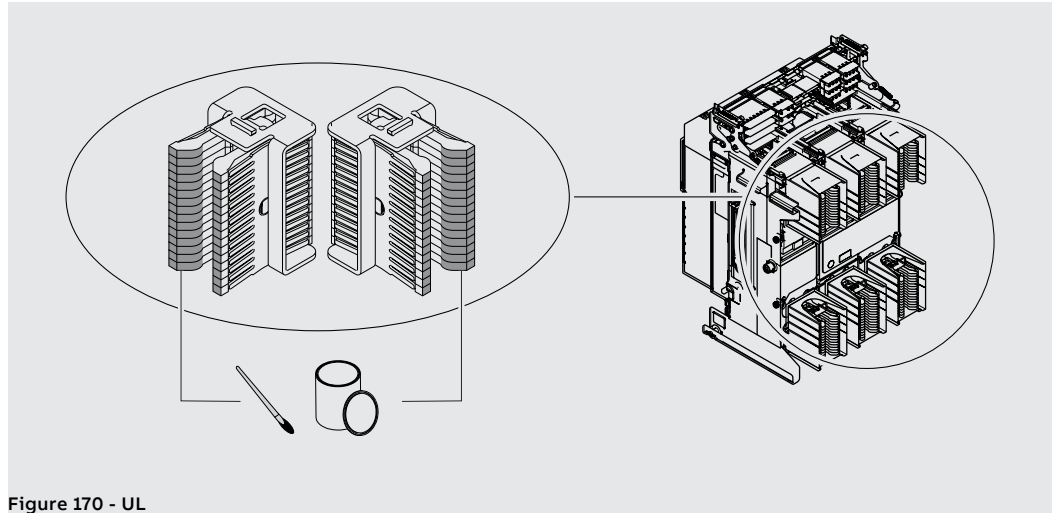
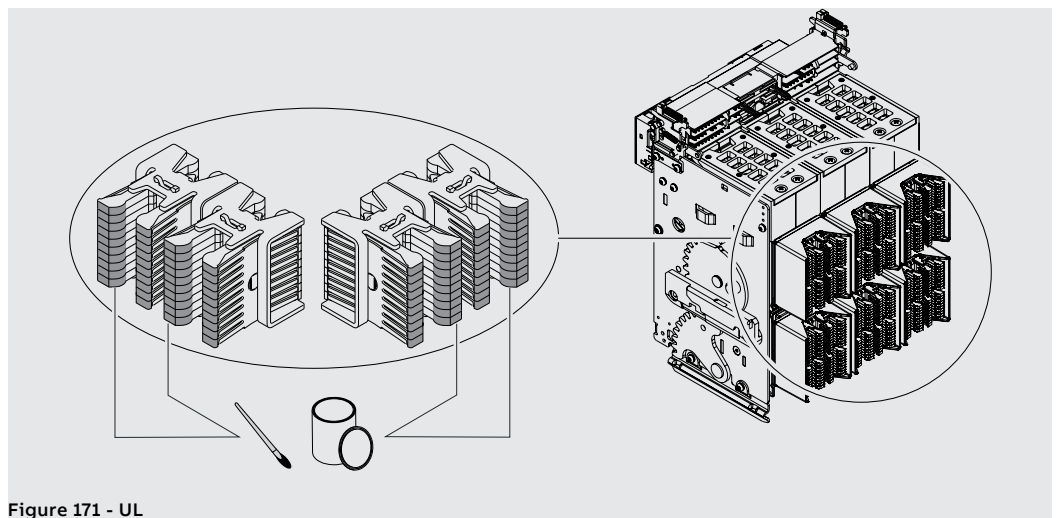

Figure 170 - UL
Figure 171 - UL
2. Lubrifier, dans les points indiqués, les contacts-tulipes de sectionnement avec de la graisse Mobilgrease 28 (EXXON MOBIL) (Figure 170 - UL pour E1.2; Figure 171 - UL pour E2.2, E4.2 et E6.2).